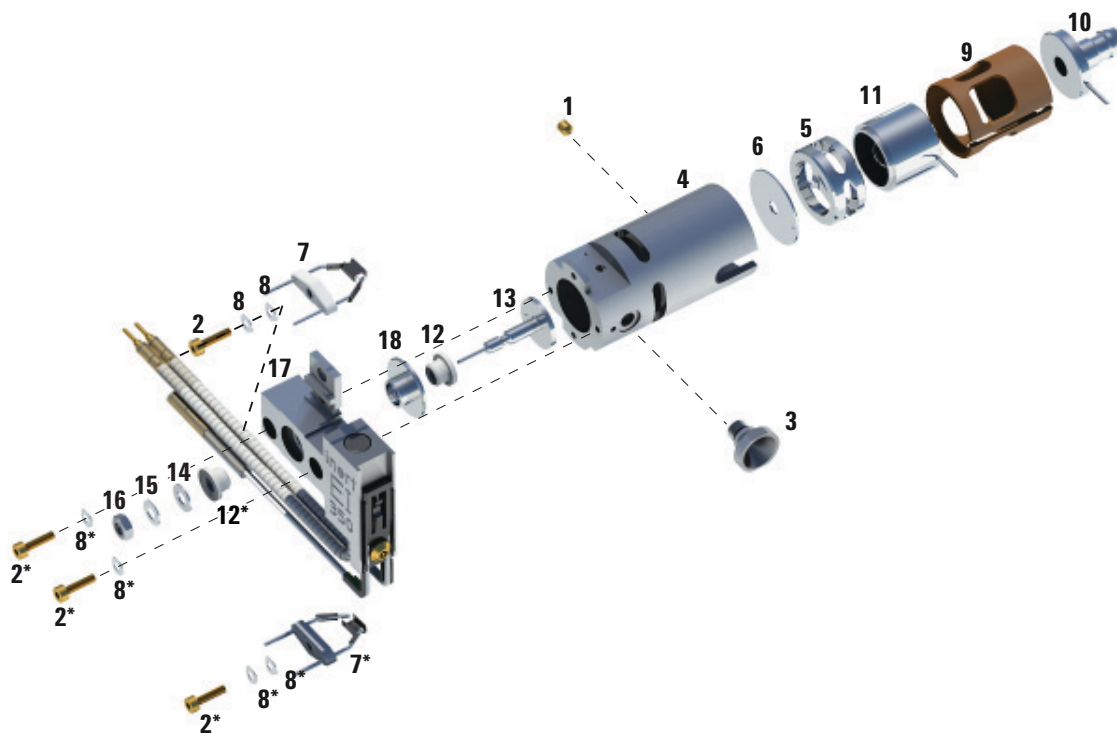

Abbildung 64. Zerlegen der El-SS- oder -Inert-Quelle
Schlagen Sie unter der Explosionsansicht der Teile **Abbildung 64** und in der EI-SS- und in der EI-Inert-Teileliste **Tabelle 20** auf Seite 216 nach, während Sie dieses Verfahren verwenden.
**Tabelle 20**Teileliste für die EI-SS- oder -Inert-Quelle (Abbildung 64)